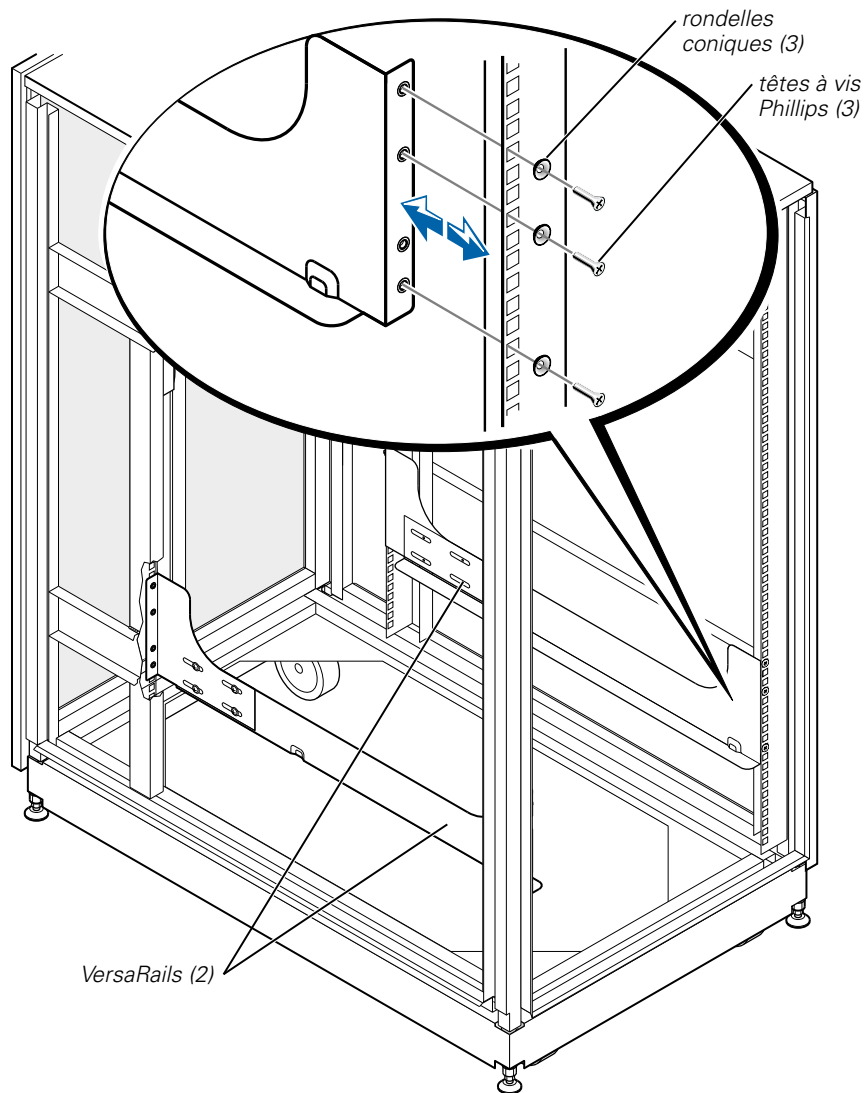

Figure 2-3. Installation des VersaRails
4. Fixez l'avant du VersaRail à l'aide de trois vis à tête Phillips et de trois rondelles coniques (voir la Figure 2-3).